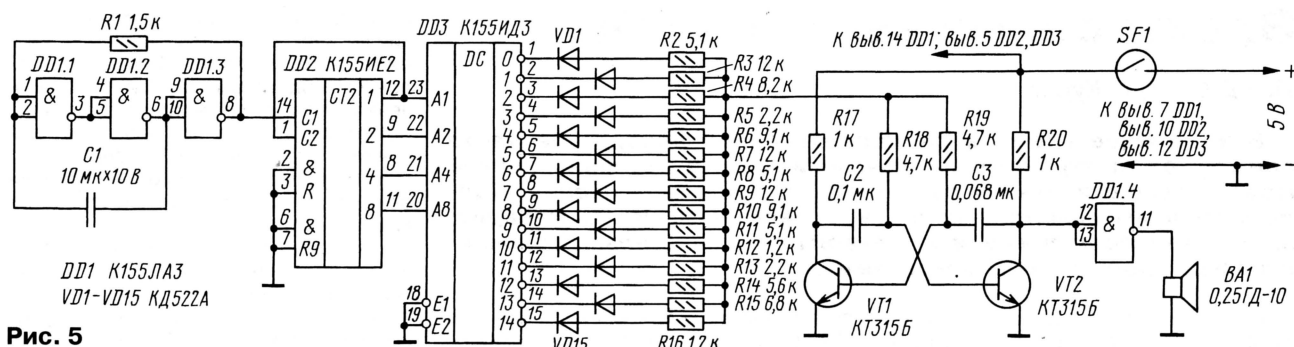

Рис. 5
**Звуковой индикатор финиша 2 (рис. 5).** Звучание более торжественное (пройти к финишу сложнее), поэтому схема автомата несколько усложнена. В данной конструкции применены три микросхемы. Три элемента микросхемы DD1 (DD1.1—DD1.3) работают в тактовом генераторе, вырабатывающем импульсы частотой следования 1...3 Гц. Они поступают на двоично-десятичный четырехразрядный счетчик DD2, выходы которого соединены с входами преобразователя двоично-десятичного кода в десятичный (DD3).